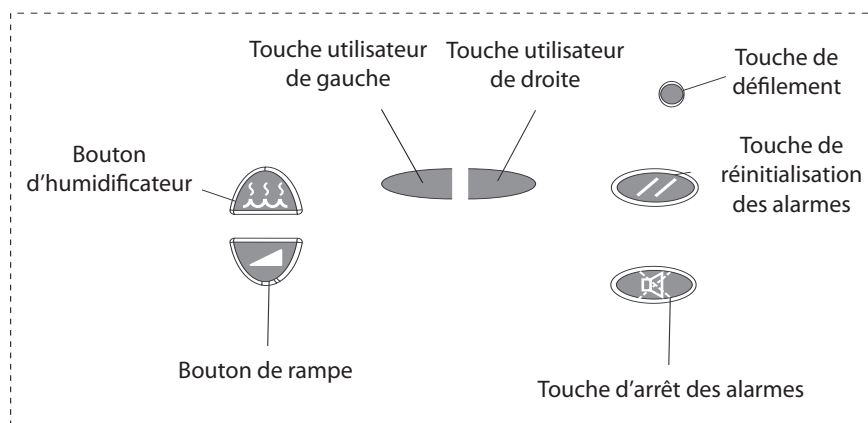

Figure 3–10 Panneau de commande
2. Appuyez à la fois sur la touche **Utilisateur de droite** et la touche  pendant au moins 2 secondes (voir Figure 3–10). Le symbole  apparaît en haut à droite de l'écran et l'écran de réglage de mode s'affiche. Ceci veut dire que vous vous trouvez maintenant en mode prestataire.